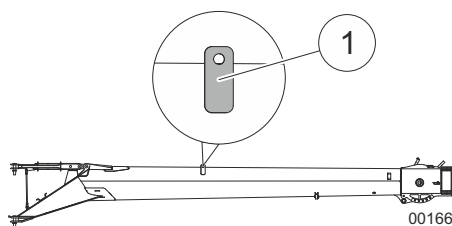

Fig. 146 Pontos de elevação na lança volante
| 12 | Prenda a lança volante a um guindaste auxiliar usando equipamento de elevação adequado preso aos pontos de elevação (1) na Fig. 146. |